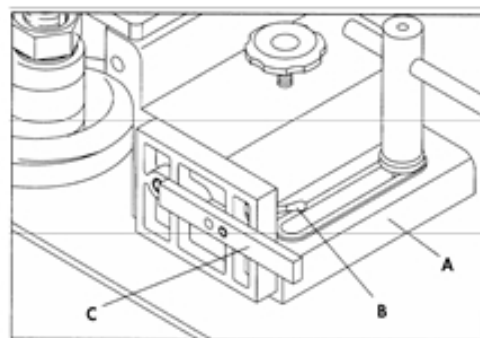
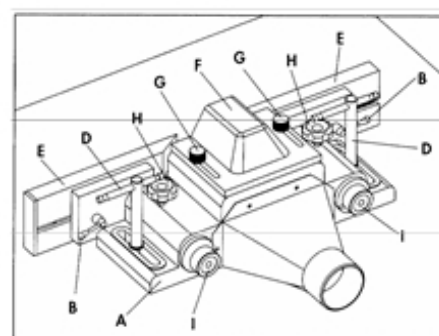

Рис. 3.23
Рис. 3.24
1. Поставьте упор (A) Рис. 3.23, на стол. Прикрепите прижимную планку (C) к передней половине упора, используя зажимную рукоятку (B) и шайбу. Прикрепите оставшуюся планку ко второй половине упора таким же образом.
2. Установите две ручки (D) Рис. 3.24 крепления ограждения к столу с плоскими шайбами, используя один из двух наборов отверстий на столе, и закрепите ограждение.
3. Ослабьте зажимную рукоятку (B) Рис. 3.23 и надвиньте заднюю половину ограждения (E) Рис. 3.24 на прижимную планку (C) Рис. 3.23. Соберите оставшуюся половину ограждения таким же образом. Затем затяните зажимную рукоятку (B).
4. Установите крышку (F) Рис. 3.24 на верхней части ограждения, используя две фиксирующие кнопки (G) и шайбы.
«ПРЕДУПРЕЖДЕНИЕ» Половинки упора (E) Рис. 3.24 должны быть отрегулированы в продольном направлении таким образом, чтобы шпиндель никогда не был открыт больше, чем требуется для очистки фрезы.
1. Для регулировки половинок ограждения (E) Рис. 3.24, ослабьте две зажимные ручки упора, сдвиньте половину упора до требуемой позиции и затяните зажимные ручки (B).
2. Каждая половина упора (E) может независимо переустанавливаться на вход или выход, в зависимости от типа операции, которая выполняется. Чтобы переместить половину упора в положение вход или выход, ослабьте одну из фиксирующих ручек (H) и вращайте одну из регулировочных ручек (I), пока не будет достигнута правильная настройка, затяните фиксирующую ручку (H).
3. Полностью собранный упор можно быстро установить на стол, ослабив две зажимные ручки (D) и переместив собранный упор в нужное положение, затяните две зажимные ручки (D).